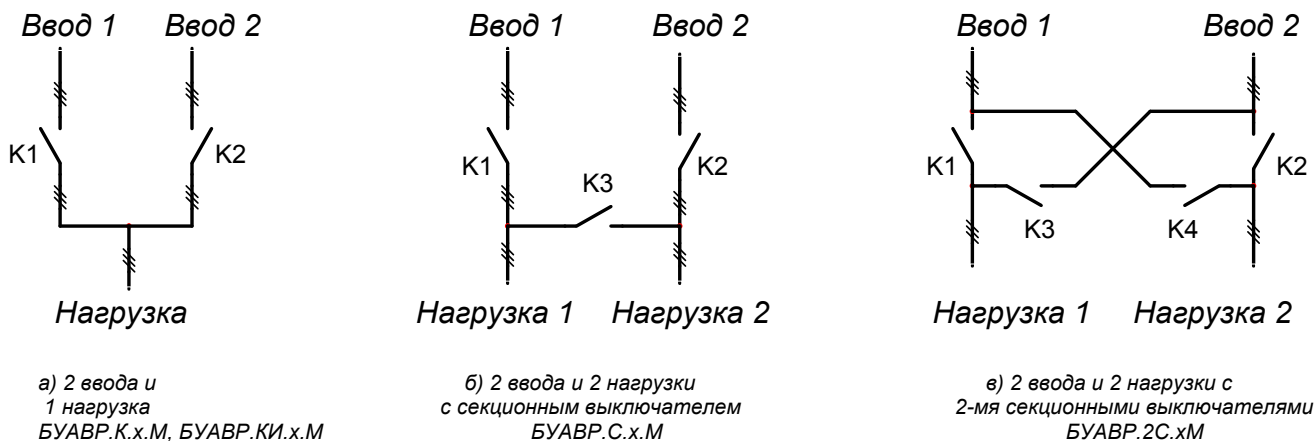

Рис.1. Структурные схемы АВР и модификации предназначенных для них БУАВР
- 2.1.1. Структурные схемы АВР и модификации предназначенных для них блоков БУАВР приведены на рис. 1.
- 2.1.2. БУАВР.К.х.М и БУАВР.КИ.х.М предназначены для работы в составе АВР с двумя вводами и одной нагрузкой Рис. 1.а. БУАВР.К.х.М имеет 4 группы выходных контактов, что позволяет управлять цепями включения и отключения автоматических выключателей без дополнительных промежуточных реле. БУАВР.КИ.х.М имеет 2 группы выходных НО контактов для управления силовыми коммутационными аппаратами и 2 группы НО контактов для индикации состояния вводов.
- 2.1.3. БУАВР.С.х.М предназначен для работы в составе АВР с двумя вводами, двумя нагрузками, с секционным выключателем Рис. 1.б. БУАВР имеет 3 группы выходных НО контактов для управления силовыми коммутационными аппаратами.
- 2.1.4. БУАВР.2С.х.М предназначен для работы в составе АВР с двумя вводами, двумя нагрузками, двумя секционными выключателями Рис. 1.в. БУАВР имеет 4 группы выходных НО контактов для управления силовыми коммутационными аппаратами.